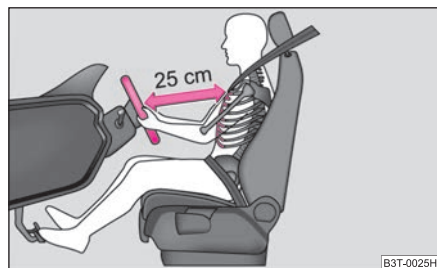

Fig. 145 La distancia correcta entre el conductor y el volante
- Ajuste el volante de tal modo, que la distancia entre el volante y el esternón sea, como mínimo, de 25 cm ⇒ fig. 145.
- El conductor se ha de mantener a una distancia mínima de 25 cm del volante ⇒ fig. 145. Si no respeta la distancia mínima, el sistema de airbag no puede protegerle - ¡Peligro mortal!